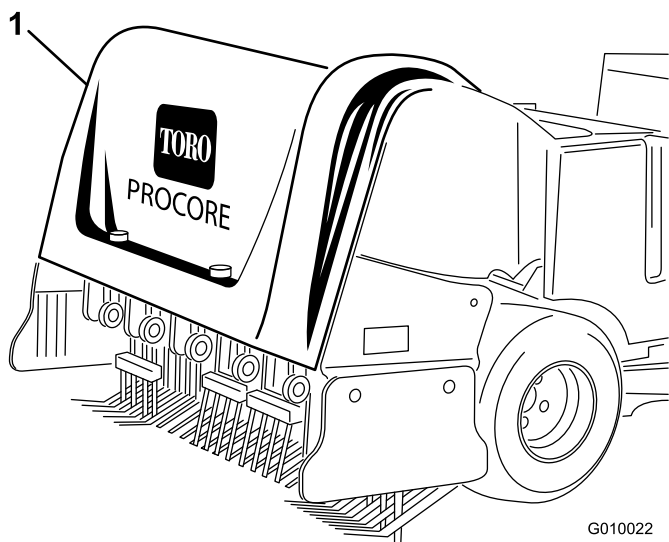
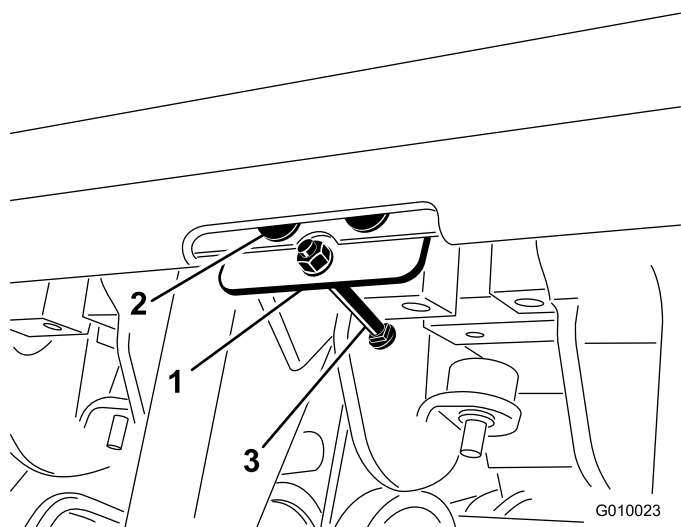

Figura 7
Figura 8
1. Fissate la piastra del cofano al cofano posteriore con tre ribattini con spina (Figura 7 e Figura 8).
3. Inserire il bullone nella piastra del cofano (Figura 8).
4. Fissare il bullone alla piastra del cofano con un dado di bloccaggio (n. 10) (Figura 8).